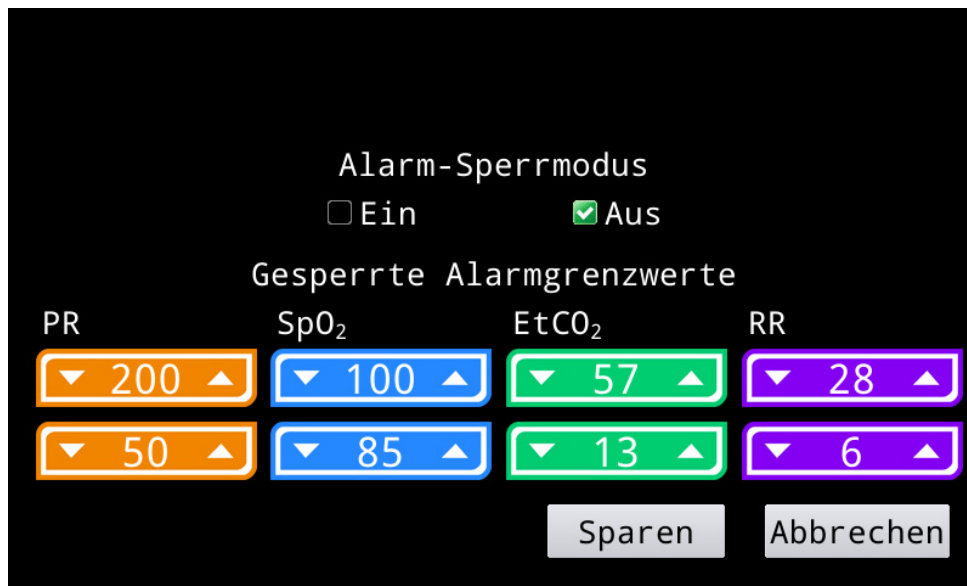

Abbildung 12. Anzeige „Alarm-Sperrmodus“
1. Im Konfigurationsmenü auf **Alarm-Sperrmodus** drücken. Die Anzeige „Alarm-Sperrmodus“ (Abbildung 12) wird angezeigt.